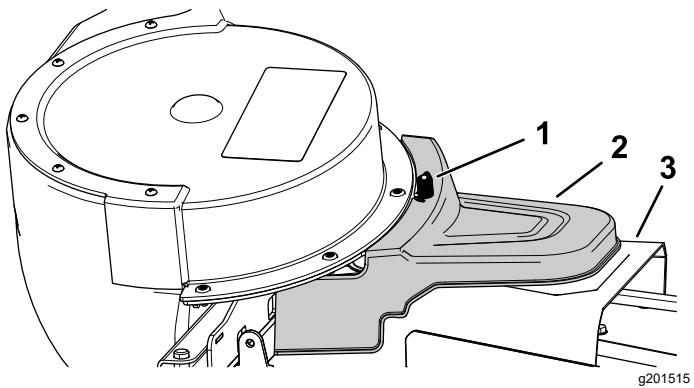

Figura 27
- Montate il coperchio del sistema di raccolta elettrico sul copringhia e fissatelo serrando la manopola (Figura 27).